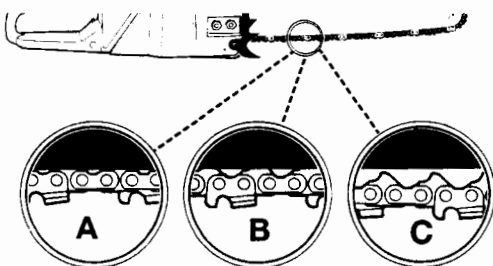

Fig. 29
**MISE EN GARDE:** Si la chaîne est TROP TENDUE ou PAS ASSEZ, le pignon, guide-chaîne, chaîne et roulements de vilebrequin s'useront plus rapidement. Etudier la Fig. 29 pour tout renseignement concernant la tension appropriée pour moteur chaud (A) ou froid (B), et comme guide indiquant quand la chaîne a besoin d'être ajustée (C).